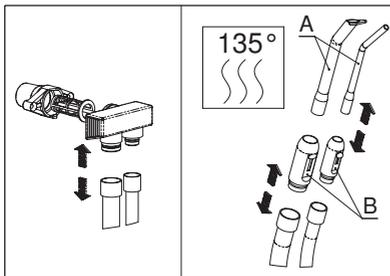

Fig. 16
Fig. 16: Las cánulas (A) y porta-cánulas (B) son esterilizables, pueden ir al autoclave. Si no se dispone de sistema de aspiración continuo, debe dejar un tiempo de vaciado del sistema de separación.